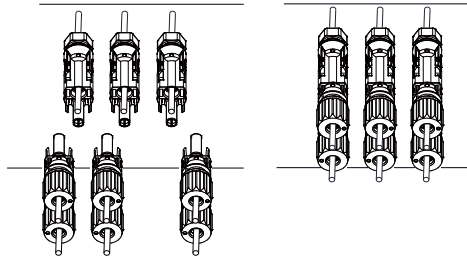

Abb. 5.6 DC-Eingangsanschluss
d) Stecken Sie schließlich den DC-Stecker in den positiven und negativen Batterieingang des Wechselrichters, wie in Abbildung 5.6 dargestellt.